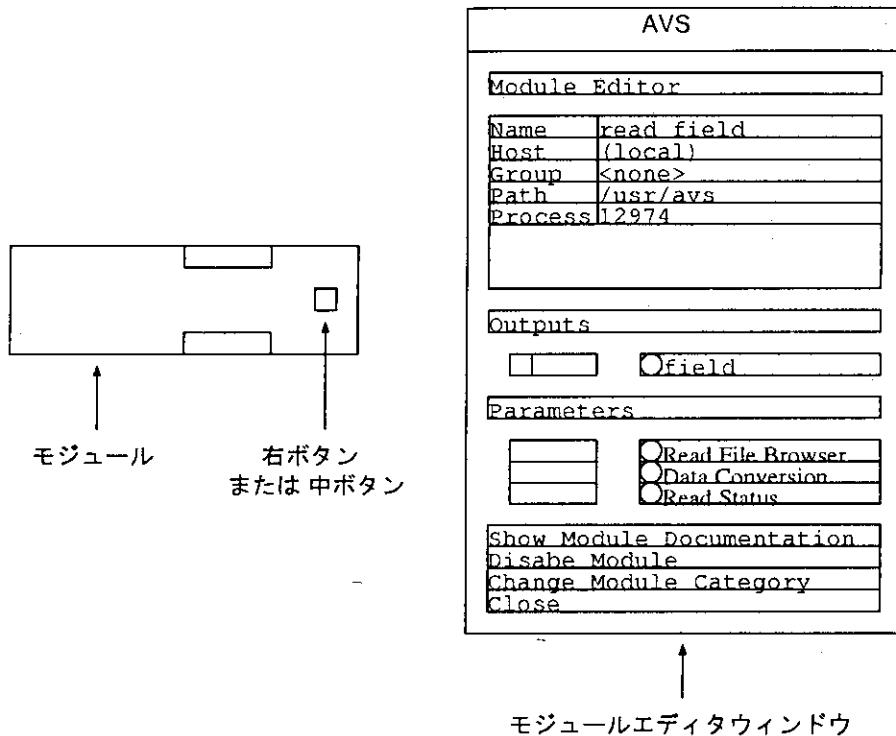
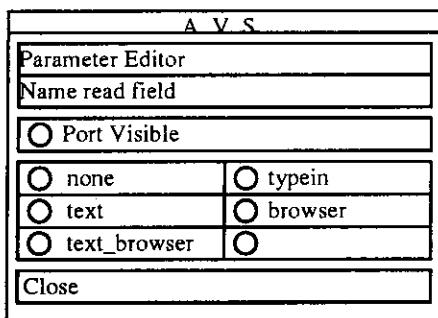

図 1.24 モジュールとモジュールエディタウインドウ
図 1.25 パラメータエディタウインドウ
- パラメータを変更したいモジュール内の右側にある正方形のボタンをマウスの右ボタンまたは中ボタンでクリックするとモジュールエディタウィンドウ（図 1.24）を表示します。ここでは read field モジュール内の右側にある正方形のボタンをクリックします。この操作はパラメータの変更のために用いるコントロールウィジェットのタイプを選択するため用いるパラメータエディタウィンドウを開くために行ないます。
- 2) モジュールエディタウインドウ（図 1.24）の変更したいパラメータ名の表示されているボタンをクリックするとパラメータエディタウインドウ（図 1.25）を表示します。ここでは Read File Browser ボタンをクリックします。
- 2) モジュールの右側の正方形のボタンをマウスの右または中ボタンでクリックすると、モジュールエディタウィンドウ（図 1.24）を表示します。
- 4) パラメータエディタウィンドウ（図 1.25）の Port Visible ボタンをクリックすると、Port Visible ボタンが白くなり、さらにワークスペースのモジュールに新しく入力ポートを表示します。この入力ポートを特にパラメータポートといいます。read field モジュールは、緑のパラメータポートを表示します。
モジュールエディタウィンドウの Disable Module ボタン（図 1.24）をクリックすると、モジュールの実行を禁止してデータの入出力を停止します。停止しているモジュールのアイコンは赤い表示となります。もう一度クリックすると使用可能になります。